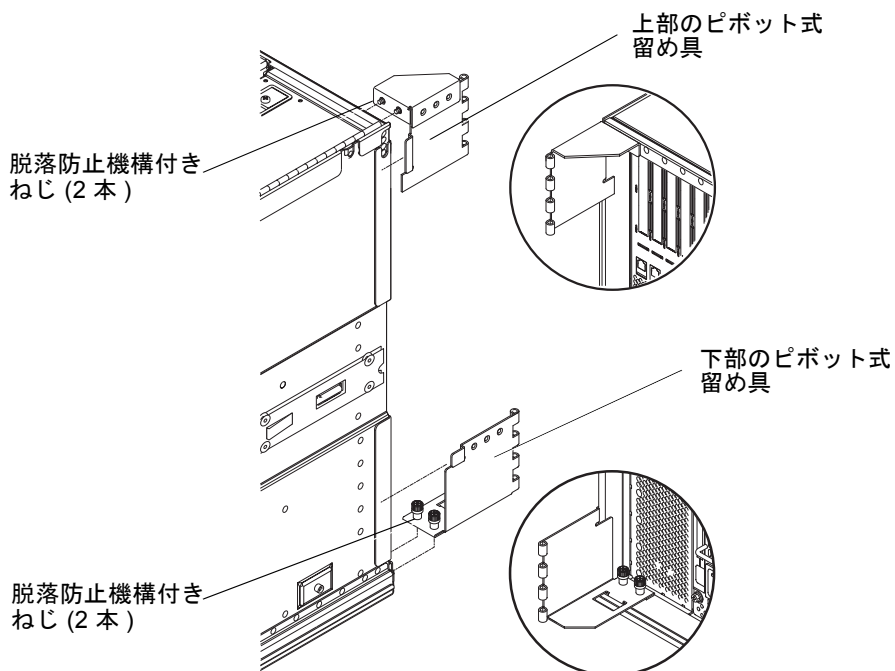
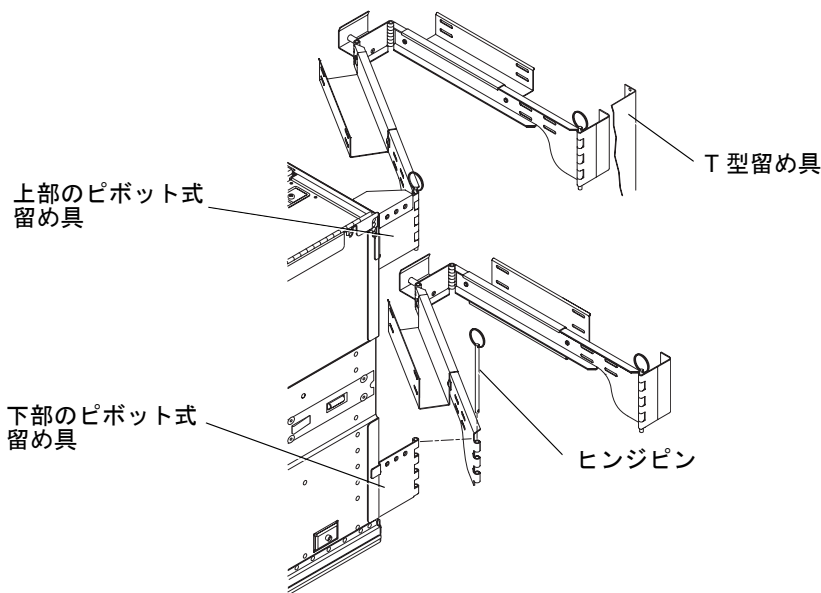

図 14-4 CMA-800 の上部および下部のピボット式留め具
図 14-5 上部および下部のケーブルアームと T 型留め具
8. 下部のピボット式留め具を固定している 2 本の脱落防止機構付きねじを緩めます (図 14-4)。
3. 2本の脱落防止機構付きねじを使用して、システムに上部のピボット式留め具を固定します (図 14-4)。
4. 2本の脱落防止機構付きねじを使用して、下部のピボット式留め具を固定します (図 14-4)。
5. 左右のキャビネットスライドに T 型留め具を固定します。各スライドに 2 本ずつ脱落防止機構付きねじを使用します (図 14-5)。
8. I/O ケーブルアームを上部のピボット式留め具にふたたび取り付けます。ヒンジピンを取り付けて固定します (図 14-4 および図 14-5)。
9. 電源ケーブルアームを下部のピボット式留め具にふたたび取り付けます。ヒンジピンを取り付けて固定します (図 14-4 および図 14-5)。